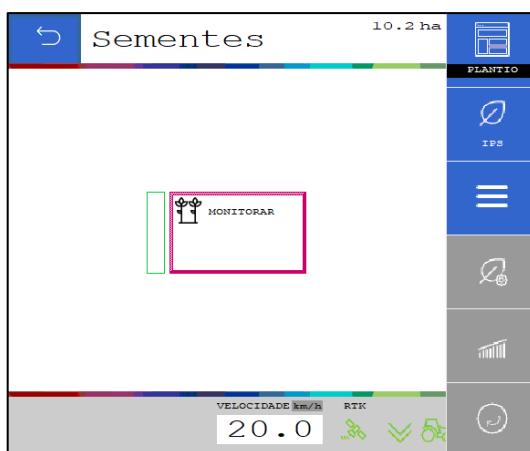

Figura 42 - Tela de monitoramento com controle desabilitado
- D) Habilitar controle: Essa função habilita/desabilita o operador controle manualmente os motores elétricos na tela de trabalho. Ao desabilitar o controle, as estatísticas também será desabilitadas. Siga como exemplo a Figura 42.